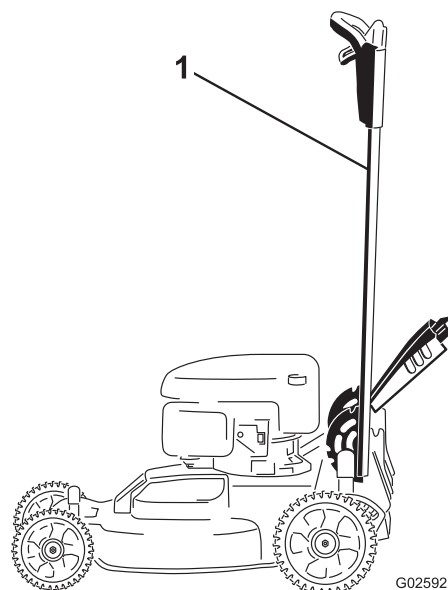

Figure 41
1. Verrouillez le guidon en position verticale (Figure 41); voir Réglage de la hauteur du guidon (page 12).